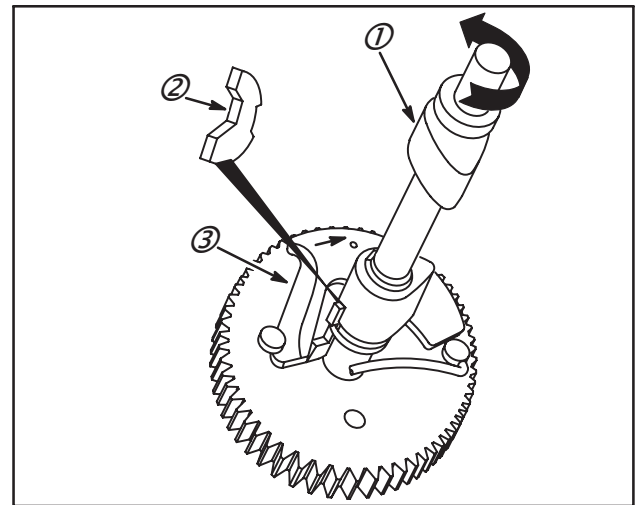

Fig. 9
1. Pour vérifier, placer le levier de came en position marche normale, Fig. 9.